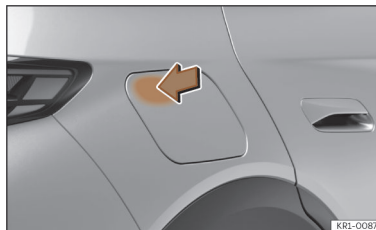

Abb. 55 Öffnung der Batterieladeflappe
- Drücken Sie bei entriegeltem Fahrzeug auf den Pfeilbereich der Batterieladeflappe, um diese zu öffnen >>> (Abb. 55).